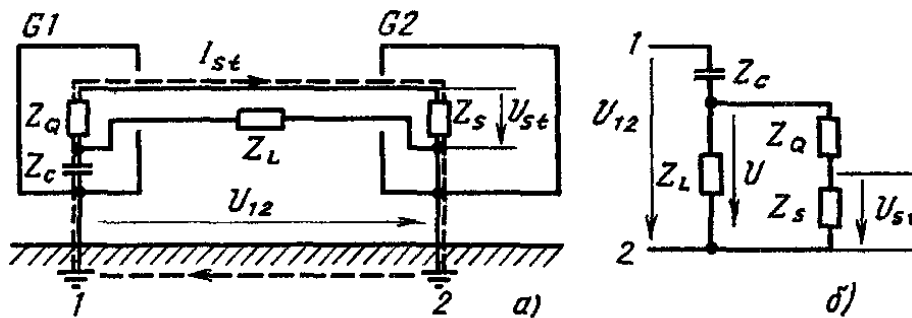

Рис. 3. Гальваническое влияние через разомкнутую петлю заземлений:  $a$  – схема устройства;  $b$  – схема, поясняющая формирование напряжения помехи  $U_{st}$
6. Определить напряжение помехи  $U_{st}$  возникающее вследствие гальванического влияния при ударе молнии в молниеотвод через разомкнутую петлю заземлений, в соответствии с рис. 3. Величину  $Z_L$  принять равной  $8 + j4000$  Ом, а  $Z_C = 4 - j3000$  Ом.